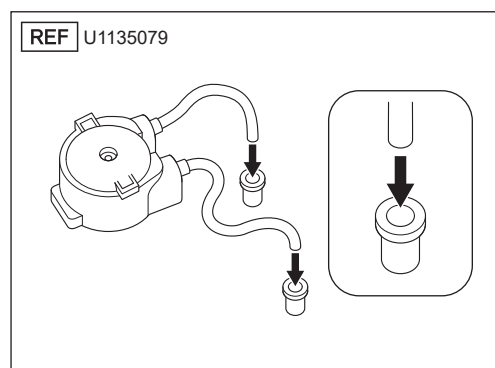

図56
- 6) 新しい注水ポンプ (別売品) のポンプチューブに、コネクタリングを取り付けます。その際、リングの向きに注意してください (図56)。